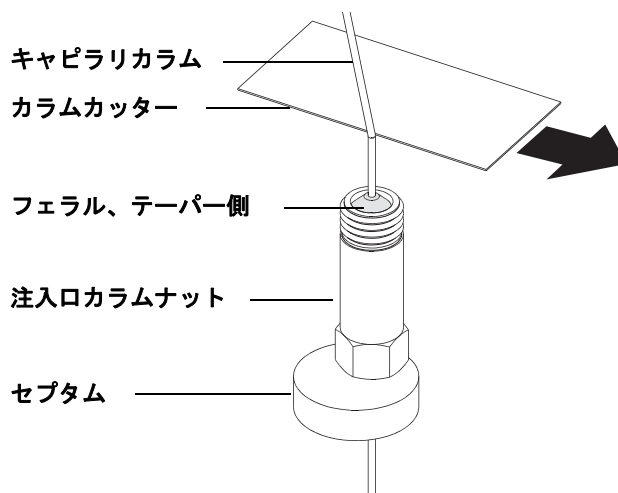

図 3 キャピラリカラムの取り付け準備
- 2 清潔な手袋を着用して、カラムを押してセプタムに通します (少し力が必要です)。次に、カラムナットおよびコンディショニングされたフェラルをカラムの固定されていない方の端に突き通します。(図 3 を参照してください)。フェラルのテーパー側を上に向けて通します。